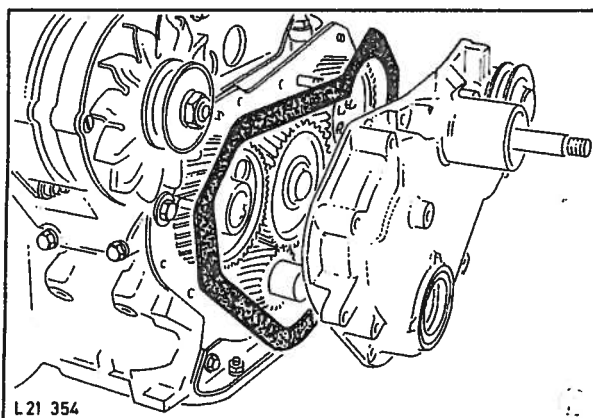

Fig. 96 Montering av registerdeksel med ny pakning.
8. Monter registerdekslet med ny pakning til den mellomliggende platen og monter innsprøytningspumpens bolter, fig. 96.